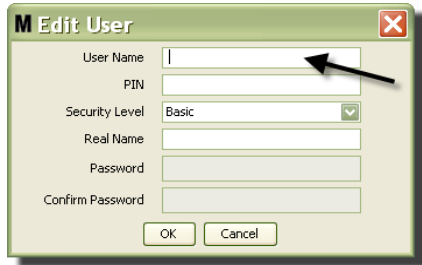

FIG. 55
3. È visualizzata la schermata Edit User (Modifica utente) mostrata nella FIG. 55. Questa schermata è utilizzata per fornire User's Name (Nome utente), PIN (Numero di identificazione personale), Security Level (Livello di protezione), Real Name (Nome reale) (opzionale) e, quando necessario, Password.
1. Utilizzare il mouse per selezionare il profilo utente che si desidera modificare. Quindi fare clic sul pulsante Modify (Modifica) per visualizzare la schermata Edit User (Modifica utente) (FIG. 55).